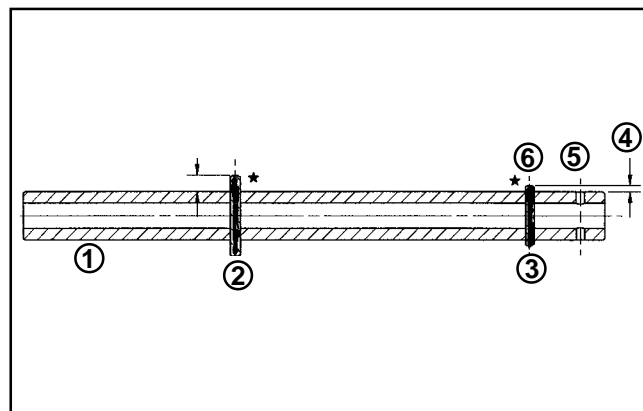

Figura 10-21. Situación de los pasadores de guía en el árbol de levas de escape.
1. Si se hubieran extraído los pasadores de guía del árbol de levas de escape, para volver a instalarlos siga el mismo procedimiento descrito anteriormente para el árbol de levas de admisión. Ver Figura 10-21.